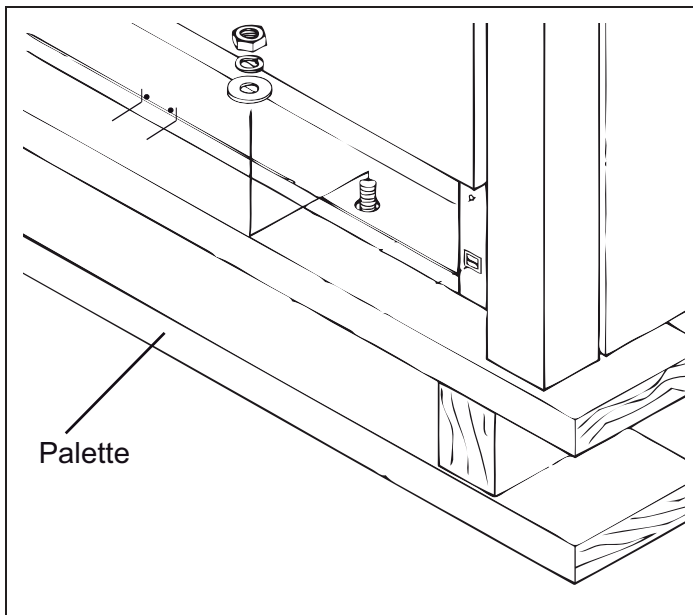

Figure 5 : Retrait des quatre boulons installés pour l'expédition
- Retirez l'emballage externe et les matériaux d'emballage de la palette d'expédition. Toutes les cuisinières à gaz sont fixées sur une palette à l'aide de quatre (4) boulons (Voir Figure 5). Les boulons avant de la palette ne sont accessibles qu'une fois la base enlevée. Retirez les deux vis sous les coins inférieurs de la cavité du four et soulevez la base en l'éloignant des deux saillies du socle moulé de la cuisinière qui reçoit le rebord inférieur de la base. Après avoir enlevé les boulons, soulevez la cuisinière et enlevez-la de la palette.